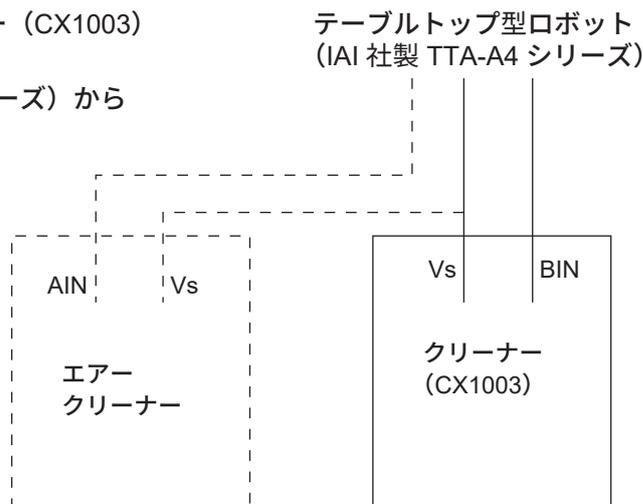

図 7-35
⑧ 設定後「装置へ書き込み」をクリックすると設定がテーブルトップ型ロボット (IAI 社製 TTA-A4 シリーズ) へ書き込まれます。書き込まない時は「キャンセル」をクリックします。
⑨ オプション画面ではセットに入っているクリーナー (CX1003) 以外にエアークリーナーの設定もできます。テーブルトップ型ロボット (IAI 社製 TTA-A4 シリーズ) から図 7-35 のように配線できます。
前ページの図 7-35 で AIN と BIN を逆に接続した時はエアークリーニングの設定でブラシクリーニングが、ブラシクリーニングの設定でエアークリーニングが動作します。